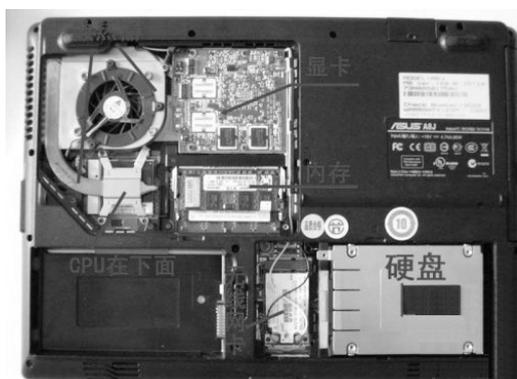
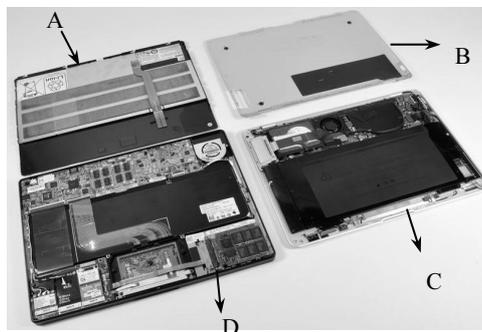

图 2-29 笔记本拆掉外壳
图 2-30 笔记本分解后的四块
1) 首先拆掉所有笔记本的外设，拆掉笔记本的电池，拆掉光驱，拆掉 D 壳上所有螺丝。如图 2-29 所示，D 壳螺丝拆掉后，主板上的重要组成部分都可以看到了，这时先拿掉硬盘，然后在继续拆解。拆完后的 A、B、C、D 壳如图 2-30 所示。